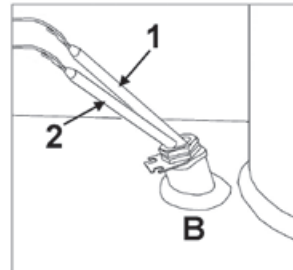

fig. 14 - Pozzetto B
Inserire nel pozzetto "B" (fig. 14) il bulbo del termostato 1° stadio (1) e quello del termostato 2° stadio (2).